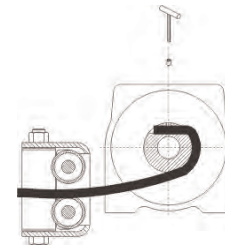

Figura 11
**Siempre sustituya el cable de alambre con piezas de repuesto idénticas del fabricante.** Pase el extremo de sujeción del cable de alambre por el escobén (silo tiene) y sujételo al tambor. Al insertar el cable de alambre en el tambor, insértelo en el extremo correcto del orificio provisto (Figura 11).